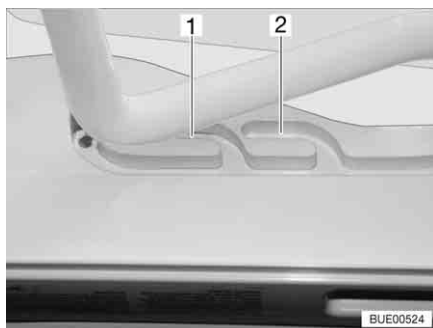
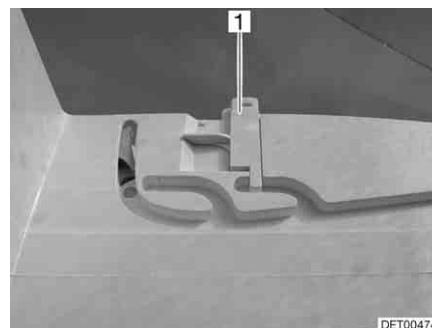

Fig. 70 Lanterneau Heki en position de ventilation
Fig. 71 Verrouillage position de ventilation
Il est possible d'amener le lanterneau Heki en deux positions de ventilation : Position pour mauvais temps (Fig. 70,1) et position intermédiaire (Fig. 70,2). Selon l'équipement, il est possible de verrouiller le lanterneau en position intermédiaire avec les deux verrous (Fig. 71,1) à gauche et à droite du cadre du lanterneau.
- Pousser légèrement l'étrier vers le haut, le pousser dans la glissière choisie (Fig. 70,1 ou 2) et le verrouiller si nécessaire.